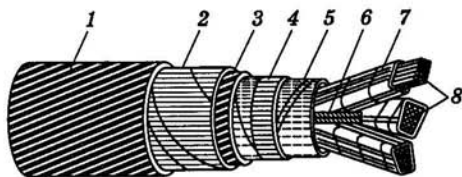

Рис. 3.3. Силовой кабель марки СБ
3.54. Приведите названия составных частей показанного на рис. 3.3 силового бронированного кабеля в свинцовой оболочке с бумажной изоляцией жил (марка СБ).